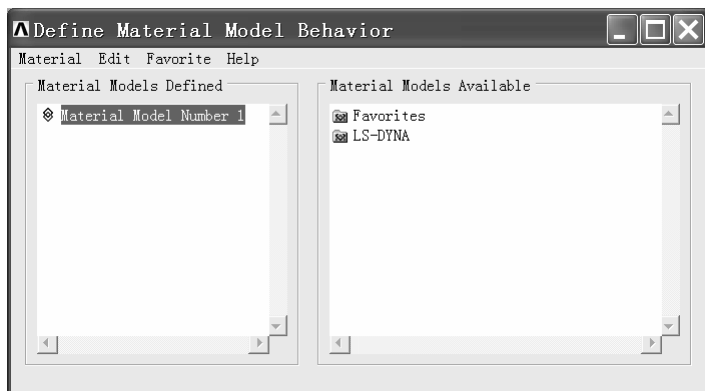

图 3-164 “Define Material Model Behavior” 窗口
(1) 依次选择 Main Menu>Preprocessor>Material Props>Material Models, 出现“Define Material Model Behavior”窗口(见图 3-164)。